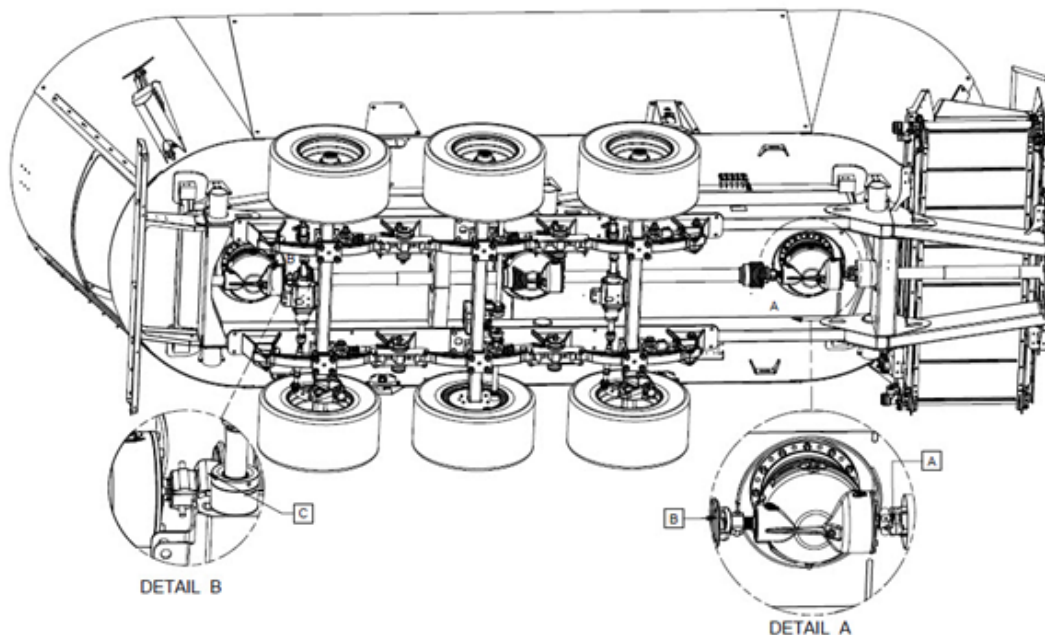

Figure 48 — Emplacement des boulons de sécurité sur les SMARTMIX A950 et A1230
3. Installez un nouveau boulon (disponible sur le support des boulons de rechange) (Figure 48).